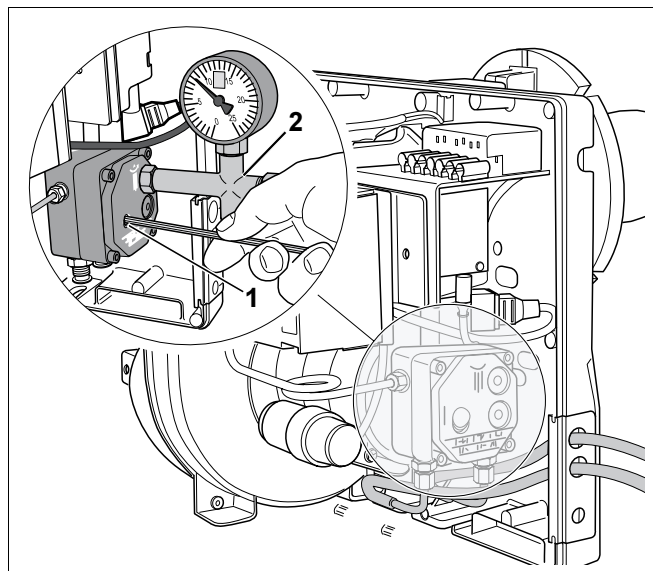

Fig. 12 CO₂ Reglarea cantității
Dacă răsușiți puțin șurubul de reglare a presiunii (Fig. 12, **Poz. 1**), modificați presiunea la pompa de combustibil lichid și prin aceasta conținutul de CO₂.
- Se înșurubează manometrul pentru presiunea de combustibil lichid (Fig. 12, **Poz. 2**) în racordul corespunzător din pompa (indicația "P") de combustibil lichid.